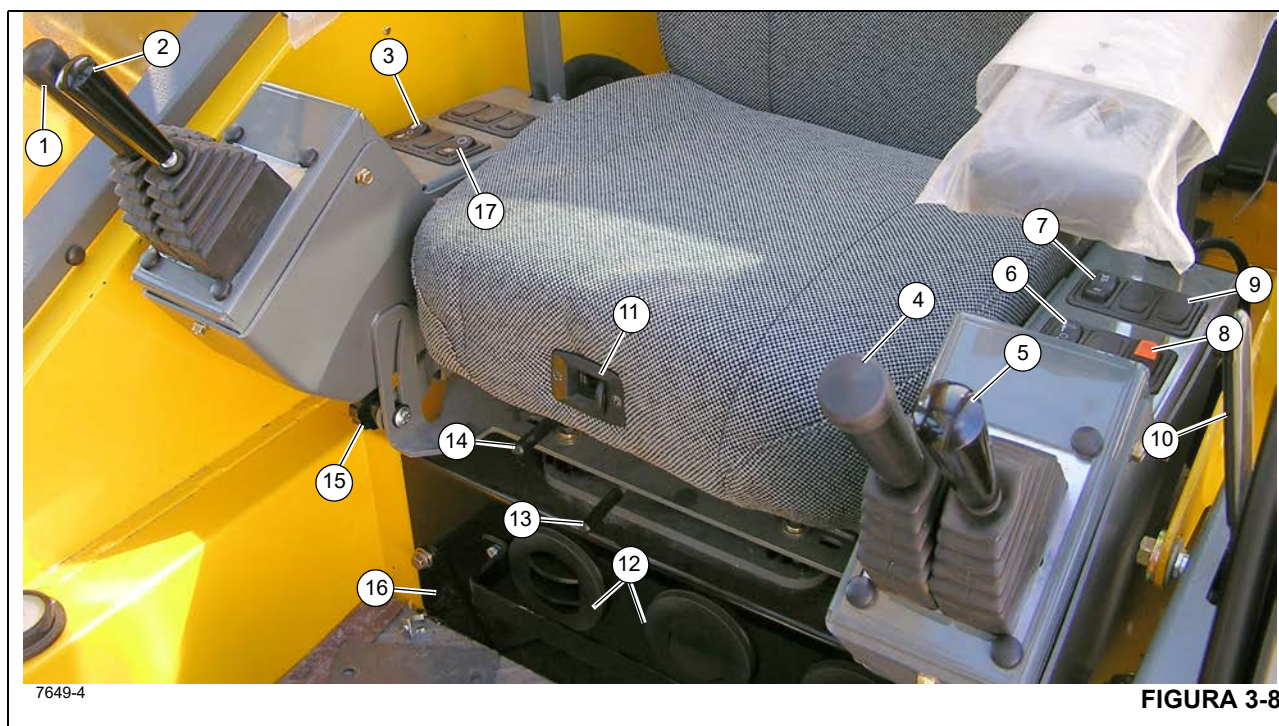

Figura 3-8 - Números de artículos
El indicador de diferencial del eje bloqueado (22) (Figura 3-6) se encuentra en la pantalla de medidores en la columna de dirección. Este indicador se ilumina en ámbar después de mover el interruptor de bloqueo del diferencial (10) (Figura 3-8) a la posición de BLOQUEO con los interruptores de bloqueo del diferencial del vehículo en cada eje cerrados. En la posición de BLOQUEO, no hay acción diferencial entre las ruedas.
El control del malacate principal (1) (Figura 3-8) se encuentra en el apoyabrazos derecho. Cuando se mueve la palanca hacia adelante, el cable desciende. Cuando se tira hacia atrás, el cable se eleva.
El control de elevación de pluma (2) (Figura 3-8) se encuentra en el apoyabrazos derecho. Cuando la palanca se coloca hacia adelante, se baja la pluma, o cuando se la coloca hacia atrás, se eleva la pluma.
El interruptor selector de velocidad del malacate principal (3) (Figura 3-8) es un interruptor de contacto mantenido, de tres posiciones (ALTA/APAGADO/BAJA), que se encuentra en el apoyabrazos derecho. Si se coloca el interruptor en la posición ALTA, esto habilita las funciones del malacate y energiza el solenoide de alta velocidad del malacate principal, lo que tiene por resultado altas velocidades del cable. Si se coloca el interruptor en la posición central de APAGADO, esto evitará el funcionamiento del malacate. Si se coloca el interruptor en la posición BAJA, esto habilita las funciones del malacate principal y desenergiza el solenoide de alta velocidad del malacate principal, lo que tiene por resultado bajas velocidades del cable.
El control de telescopización o del malacate auxiliar (TELE o AUX) (4) (Figura 3-8) se encuentra en el apoyabrazos izquierdo. La palanca controla las funciones de telescopización cuando la grúa no está provista de malacate auxiliar. Empuje la palanca de control hacia adelante para extender la pluma, o tire de la palanca de control hacia atrás para retraerla.
El interruptor selector de velocidad del malacate auxiliar (6) (Figura 3-8) es un interruptor de contacto mantenido, de tres posiciones (ALTA/APAGADO/BAJA), que se encuentra en el apoyabrazos izquierdo. Si se coloca el interruptor en la posición ALTA, esto habilita las funciones del malacate auxiliar y energiza el solenoide de alta velocidad del malacate auxiliar, lo que tiene por resultado altas velocidades del cable. Si se coloca el interruptor en la posición central de APAGADO, esto evitará el funcionamiento del malacate. Si se coloca el interruptor en la posición BAJA, esto habilita las funciones del malacate auxiliar y desenergiza el solenoide de alta velocidad del malacate auxiliar, lo que tiene por resultado bajas velocidades del cable.
El interruptor de dirección trasera (7) (Figura 3-8) es un interruptor tipo basculante de tres posiciones, con retorno por resorte a la posición de apagado, y se encuentra en el apoyabrazos izquierdo. Presione la parte inferior del interruptor para accionar una válvula de control que gira las ruedas traseras hacia la izquierda, lo cual hace que la grúa vire hacia la derecha. Presione la parte superior del interruptor para accionar una válvula de control que gira las ruedas traseras hacia la derecha, lo cual hace que la grúa vire hacia la izquierda. Cuando las ruedas no están centradas, la luz del indicador de ruedas traseras no centradas en la columna de dirección se enciende. Cuando se suelta el interruptor, éste vuelve a la posición central de apagado.
El interruptor del freno de giro (8) (Figura 3-8) se encuentra en el apoyabrazos izquierdo. Este interruptor de dos posiciones (ON/OFF) sirve para regular una válvula hidráulica que envía un caudal de presión regulada hacia el freno de giro y desde el mismo. Al colocar el interruptor en la posición ON se aplica el freno de giro y al colocarlo en OFF se suelta el freno de giro. Cuando el interruptor está en la posición de encendido, la luz indicadora roja en la columna de dirección se ilumina. El interruptor tiene un bloqueo para evitar el accionamiento inesperado.
El control de bloqueo del diferencial (Axle Diff) (9) (Figura 3-8) se encuentra en el apoyabrazos izquierdo. Es
Utilice la palanca del mecanismo de desbloqueo de la puerta de la cabina (10) (Figura 3-8) para abrir o cerrar la puerta de la cabina desde el interior de la cabina.
Para ajustar el respaldo del asiento, presione la perilla de ajuste (11) (Figura 3-8) y luego ajuste el asiento según sea necesario.
La unidad de control de climatización del acondicionador de aire/calefactor de la cabina de la grúa (16) (Figura 3-8) se encuentra en la cabina, debajo del asiento del conductor. Los registros (12) forman parte de la unidad de control de climatización y se pueden ajustar para dirigir el flujo de aire.
El movimiento de la palanca de deslizamiento del asiento (13) (Figura 3-8) sólo deslizará el asiento, hacia adelante o hacia atrás.
El movimiento de la palanca de deslizamiento del bastidor del asiento (14) (Figura 3-8) deslizará el asiento y el bastidor del asiento hacia adelante o hacia atrás.
El apoyabrazos y los controles del apoyabrazos se pueden ajustar por medio de la perilla de ajuste (15) (Figura 3-8). Afloje la perilla y gire todo el apoyabrazos a la posición deseada, vuelva a apretar la perilla una vez que se haya terminado de realizar el ajuste.
Los indicadores de rotación de malacate para el malacate principal y el malacate auxiliar se encuentran en la parte superior de cada palanca de control de malacate (1, 4) (Figura 3-8). Cada indicador se controla electrónicamente
El interruptor de aumento hidráulico (17) (Figura 3-8) se encuentra en el apoyabrazos derecho. Este interruptor de dos posiciones se utiliza para controlar la válvula selectora de aumento de velocidad alta. Cuando se coloca el interruptor en la posición de encendido (ON), se energiza la válvula de solenoide. En este estado, la válvula de solenoide detiene el caudal de aceite de la sección N° 2 de la bomba N° 1 a la válvula de dirección trasera/estabilizadores. La válvula de retención de leva se abre para combinar este caudal de aceite con el caudal entregado por la sección N° 1 de la bomba N° 1.